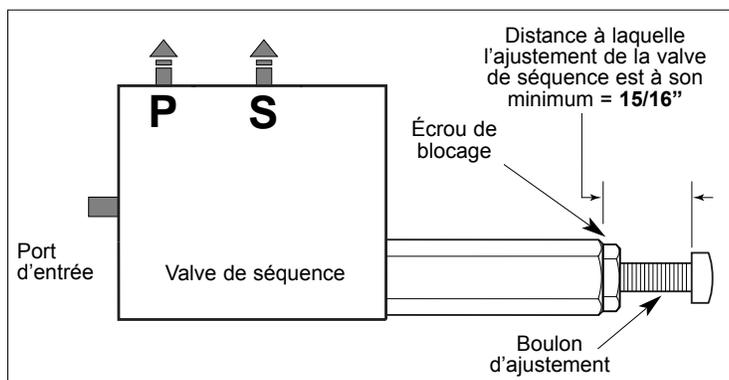

fig. 1
1. Dévisser de quelques tours, les écrous de blocage des valves de séquence **A** et **B** — *fig. 1*;
3. Dévisser au minimum les boulons d'ajustement de la valve de séquence **A** et de la valve de séquence **B** — *fig. 1*;